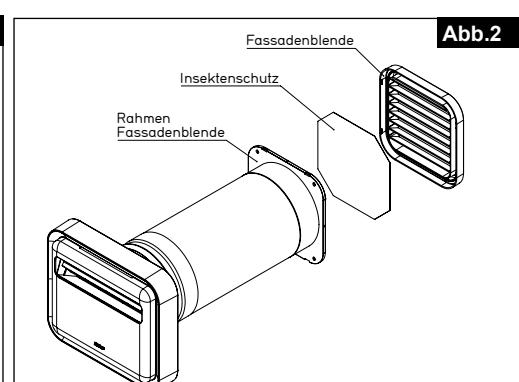

Abb.2
2.1 Vor dem Einbau muss die Fassadenblende demontiert und das Insektschutzgitter eingesetzt werden (s. Abb. 2). Den inneren Teil der Blende von außen in das Teleskoprohr einschieben und in der Wand durch 2 diagonal gesetzte Schrauben verschrauben.
2.1 Before installation, the facade panel must be dismantled and the insect screen must be inserted (see Fig. 2). Insert the inner part of the panel into the telescopic tube from outside and screw into the wall with 2 diagonally set screws.
2.1 Avant son installation, la façade doit être retiré et la moustiquaire insérée (voir Fig. 2). Insérer la partie intérieure de la façade dans le conduit télescopique par l'extérieur, visser dans le mur à l'aide de 2 vis installées en diagonale.